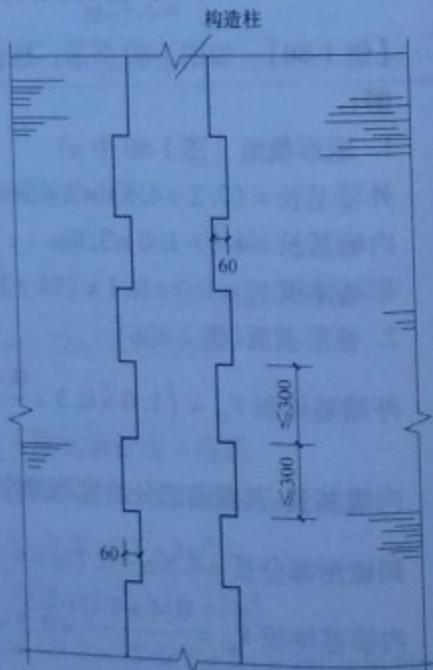

图 1-81 构造柱立面示意图
**【例 1-81】** 如图 1-81 所示及下列数据, 计算构造柱工程量。